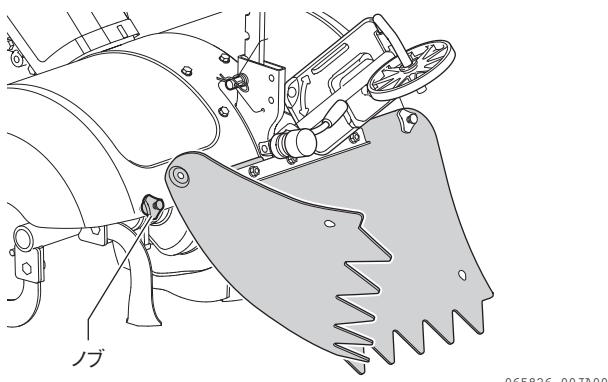
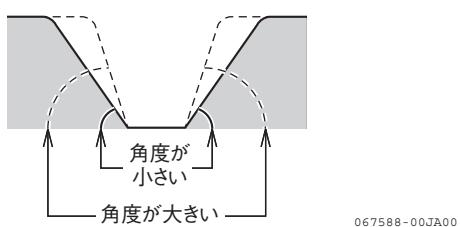

図 3-20 うね立て（リヤシート）
図 3-21
- リヤシートを使用して、用途に合わせて、うねの角度(大きい・小さい)を調節することができます。ロータリーカバーの端のノブからリヤシートを外すと、角度の立ったうねができます。（図 3-20、図 3-21）